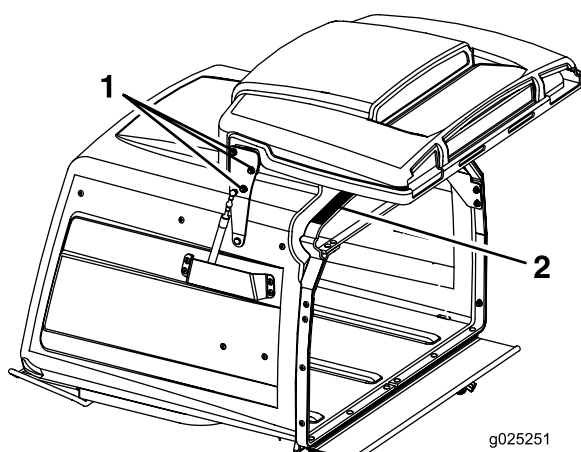

Figure 66
3. Desserrez les 6 écrous des charnières du couvercle (Figure 66).
4. Ouvrez le couvercle et placez une bande de caoutchouc de 9,5 mm ou un flexible de 9,5 mm de diamètre entre la trémie et le couvercle (Figure 66).